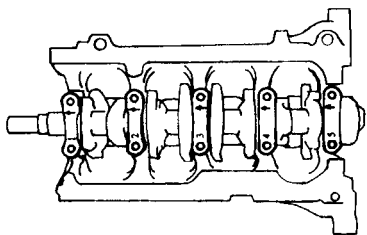

图2-9 曲轴主轴承盖上的编号、朝前记号
①轴瓦上的凸榫必须放入轴承盖上的缺口内,上轴瓦的油孔必须与缸体上的曲轴油道相对准,曲轴止推垫片上有油槽的一面必须朝外。
②扣上曲轴主轴承盖后,盖上的编号顺序不得颠倒,朝前记号应指向发动机前端(图2-9)。